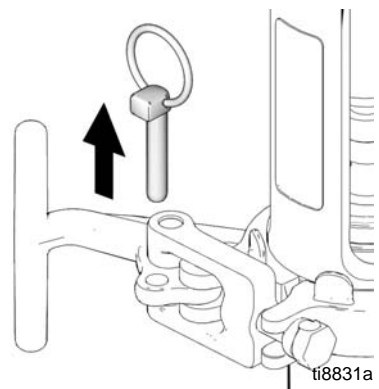

FIG. 16
6. (Fig. 16) Afmonter stangkoblingsanordningerne (179).